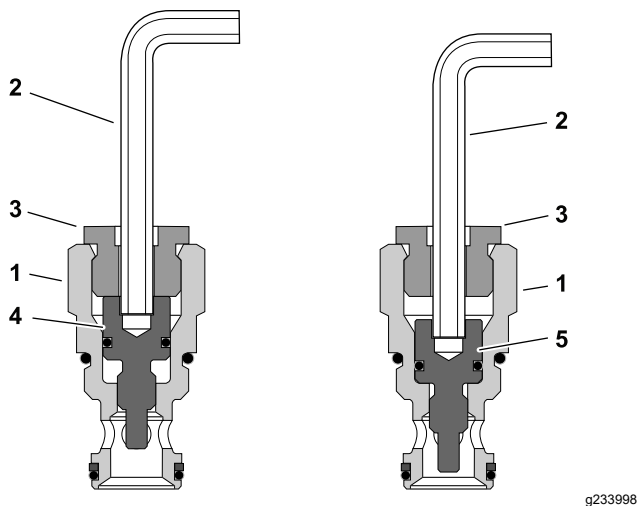

Рисунок 66
3. Установите плунжеры в положение перепуска, вставив шестигранный ключ (6 мм) через пробку в сборе и повернув плунжер до упора по часовой стрелке; см. Рисунок 66. Повторите эти действия с другой пробкой в сборе (всего 4 шт.).